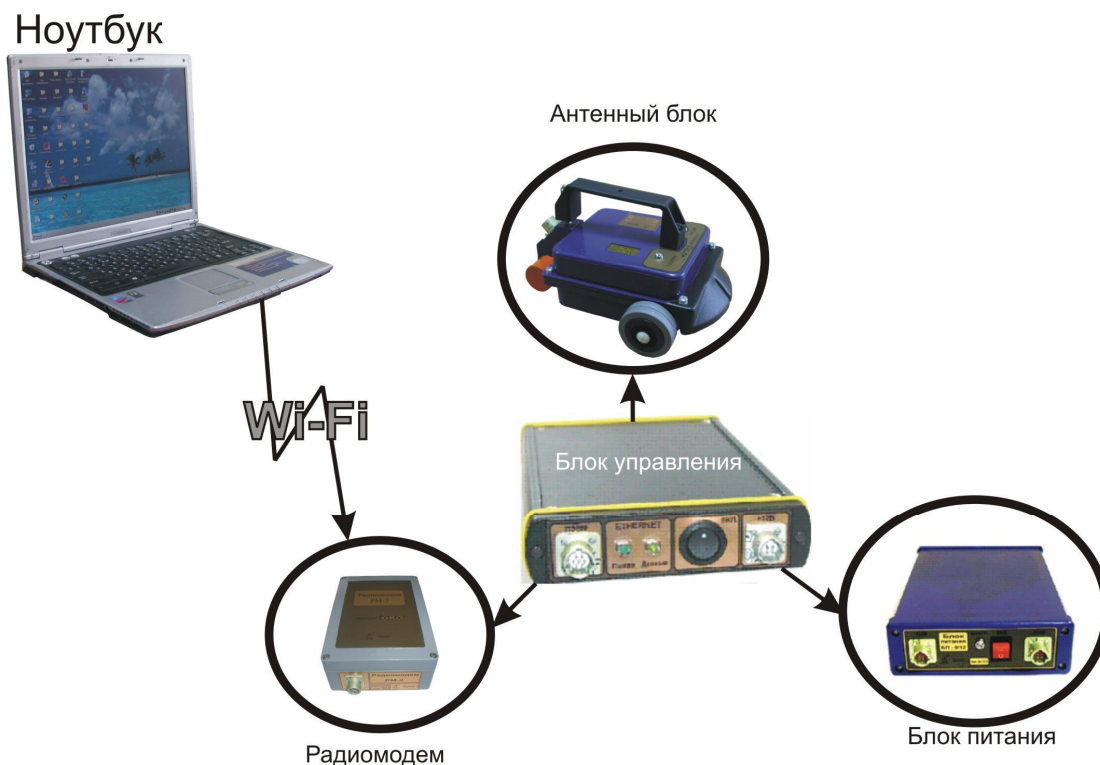

Рисунок 2.2.1. Схема сборки георадара с радиомодемом
1. Соберите георадар руководствуясь разделом 1 инструкции по эксплуатации и схемой сборки (рисунок 2.2.1);